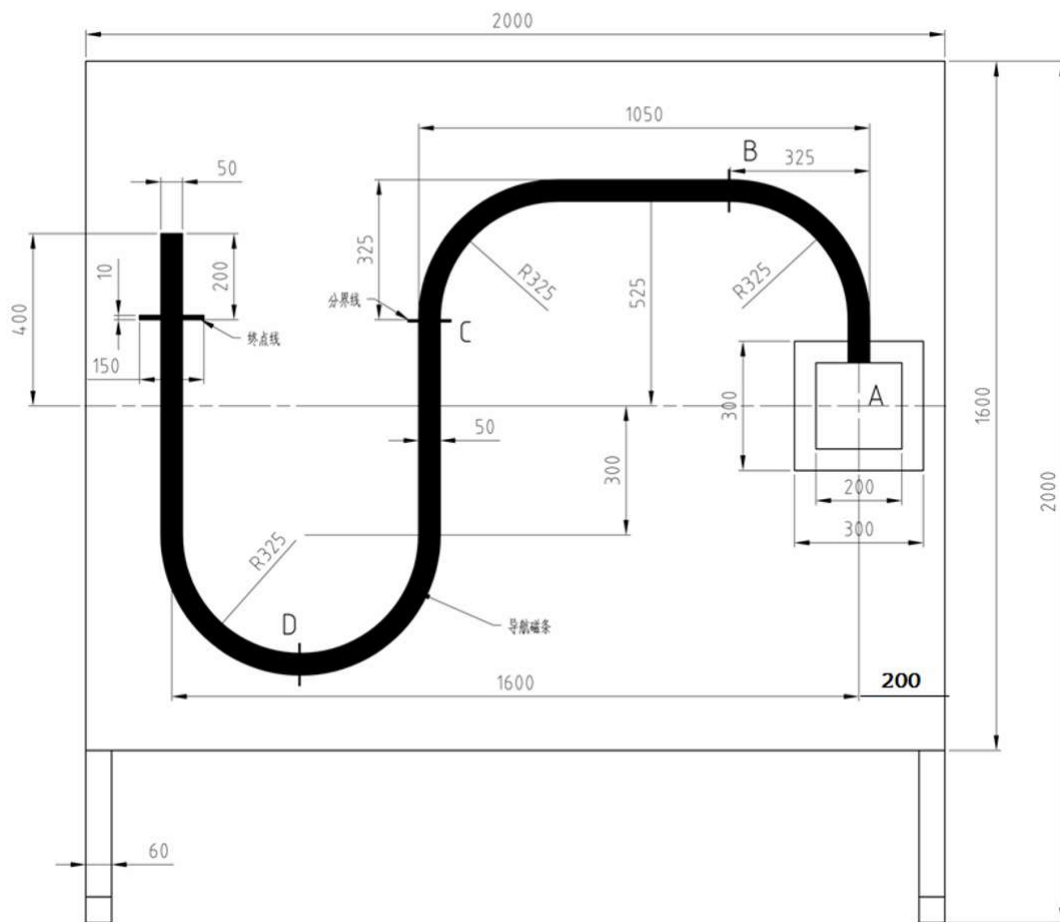

图 2 机器人爬壁比赛场地
1、机器人爬壁比赛场地如图 2 所示，由始发区 A、导航磁条及终点区 E 组成。总体尺寸为：宽度 2000mm、高度 1600mm、腿部高度 400mm。木板材质，白色漆面，表面平整光滑，光滑程度由木板纹理及喷漆工艺决定，导向磁条为黑色，分界线、A 区边框线、终点线均为红色。